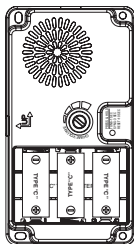

Figura 2
2. **Instale 3 baterías alcalinas "C" (no se incluyen) en la base de la campanilla.** Asegúrese de que las baterías estén instaladas según el diagrama del interior de la campanilla (vea la Figura 2).